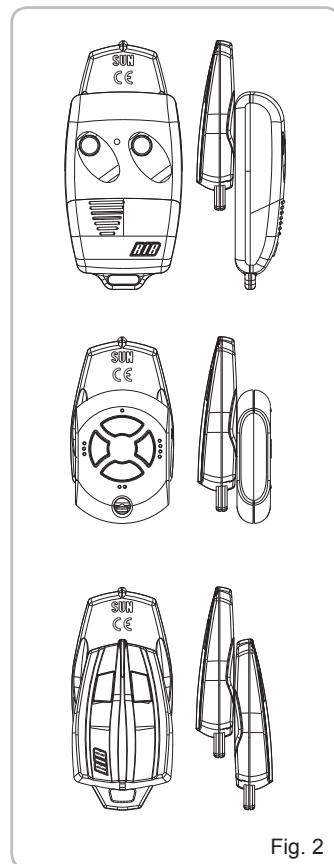

Fig. 2
3. Durante il tempo di 30 secondi premete un tasto sul telecomando valido (es. canale A, ma potrebbe essere anche canale B o C o D) per registrarlo nel SUN CLONE come mostrato in Fig. 2.
**N.B.:** Eseguire la Clonazione appoggiando il telecomando valido sul SUN CLONE come da Fig. 2. Una eventuale posizione differente non garantisce la corretta clonazione.
3. Durant ces 30 secondes, appuyer sur une touche sur la télécommande (ex. canal A, mais ce pourrait aussi être canal B ou C ou D) pour l'enregistrer dans le SUN CLONE comme montré sur la Fig. 2.
N.B.: Exécuter le Clonage en posant le tx sur le tx MOON CLONE comme selon la Fig. 2. Une position différente éventuelle ne permettra pas un clonage exact.